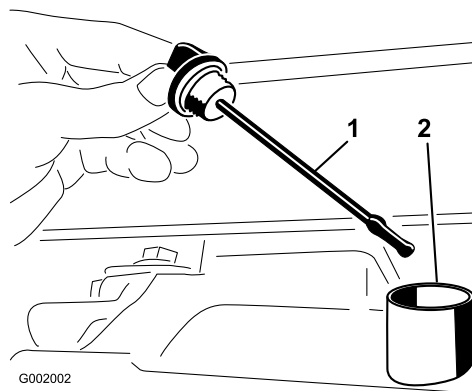

Figure 68
2. Retirez la jauge de la boîte-pont et essuyez-la sur un chiffon propre (Figure 68).